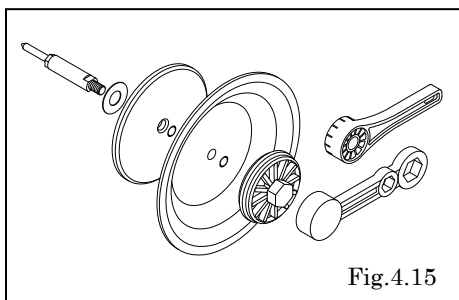

Fig.4.15
（□T、AD-10□C、AD-10□N）〈Fig.4.14, Fig.4.15〉
- 在中央连杆上涂抹螺纹密封剂，然后使用专用工具（零件号码：771244 AD-25P□、VT型 或零件号码：771868：AD-40P□，AD-50P□型）将其紧固。〈Fig.4.15〉